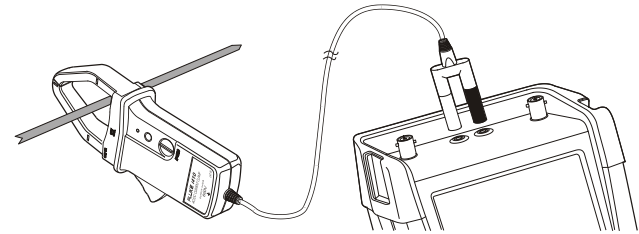

Figura 16. Configuración de Measurement (Medición)
- 1 Conecte una sonda de corriente (como la Fluke i410, opcional) entre las entradas de clavija banana de 4 mm y el conductor que desea medir. Asegúrese de que los conectores rojo y negro de la sonda se corresponden con las entradas roja y negra de la clavija banana (consulte la Figura 16.)